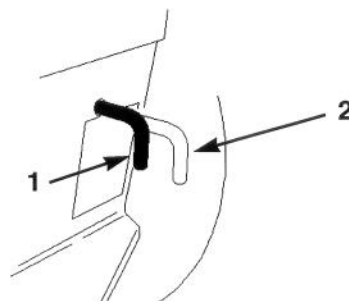

Bild 14
2. Den Schalthebel auf "PUSH" stellen. So wird der Antrieb ausgeschaltet; danach lassen sich die Räder widerstandslos durchdrehen (Bild 14).
1. Die Bremse aktivieren, wodurch der Antriebshebel auf "OPERATE" geht und den Antrieb zuschaltet, andernfalls den Antriebshebel auf "OPERATE" stellen (Bild 14).